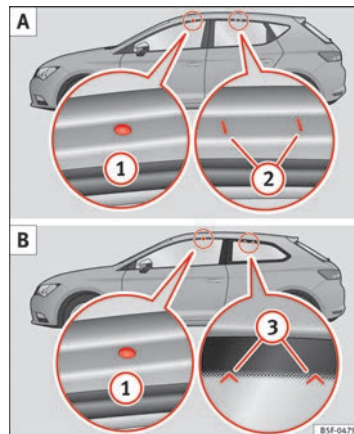

Fig. 114 Leon/Leon SC: puntos de fijación de las barras longitudinales para el portaequipajes del techo.
Los puntos de fijación delanteros y traseros ① y ② sólo pueden verse con las puertas abiertas ⇒ fig. 114 A.
Los puntos de fijación delanteros ① sólo pueden verse con las puertas abiertas. Los puntos de fijación traseros ③ están marcados en el borde superior del cristal lateral con puntas de flecha ⇒ fig. 114 B.